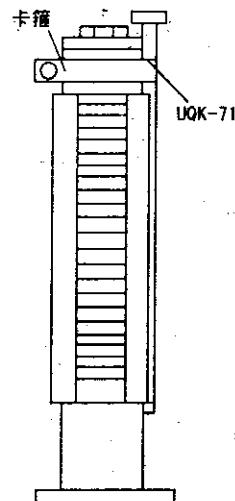

图 3
安 装: 用指示器的卡箍直接卡住立管(见图 3)
- 磁性浮球液位计能外接变送器，该变送器由传感器和转换器两部分组成，传感器内部装若干干簧管和电阻，当液位变化时，输出的电阻信号发生变化，经二次表转换成 4 ~ 20mA(DC) 输出，可配套数显表或光柱显示表。其安装形式与 UQK-71 相同。见图 3。